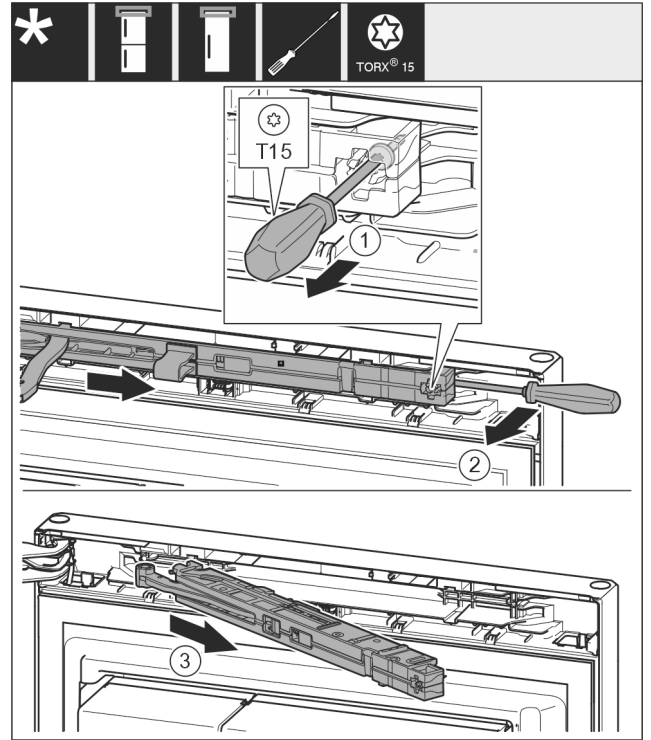

Fig. 12
- ▶ 用 T15 螺丝刀将减震器单元上的螺钉松开约 14 mm。 Fig. 12 (1)
- ▶ 将螺丝刀移向把手侧关门阻尼单元的背面并将单元向前转动。 Fig. 12 (2)
- ▶ 拉出关门阻尼单元。 Fig. 12 (3)